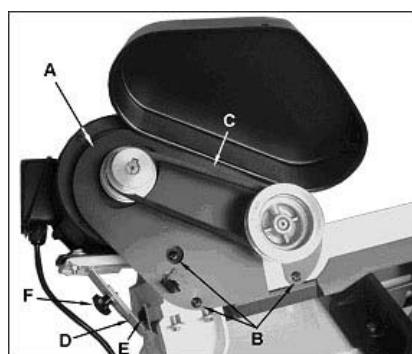

Рис.10
Установите клиновой ремень (С). Закрепите стяжной хомут (D) шестигранным болтом и шайбой (Е) на плече пилы. Соедините два стяжных хомута порталным болтом, шайбой и гайкой (F). Слегка натяните ремень. Установите упорную штангу (А, рис. 10) на станине станка с помощью стопорного винта (В, рис10).